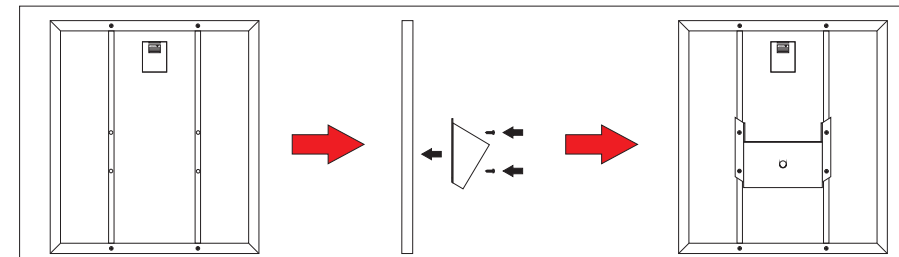

Figura 3
- Através de 4 parafusos fornecidos (letra I) fixe o Suporte Giratório do Painel Solar na parte traseira do Painel Solar conforme a figura 3;